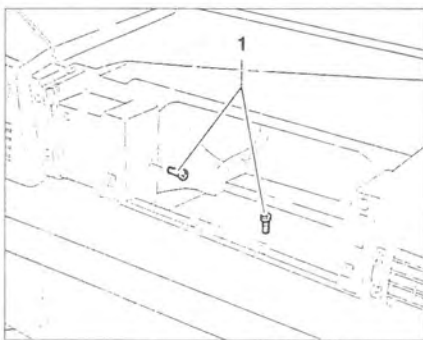

Рис. 10.40. Выкрутите винты **1**.
22. Выкрутите винты **1** (рис. 10.40).